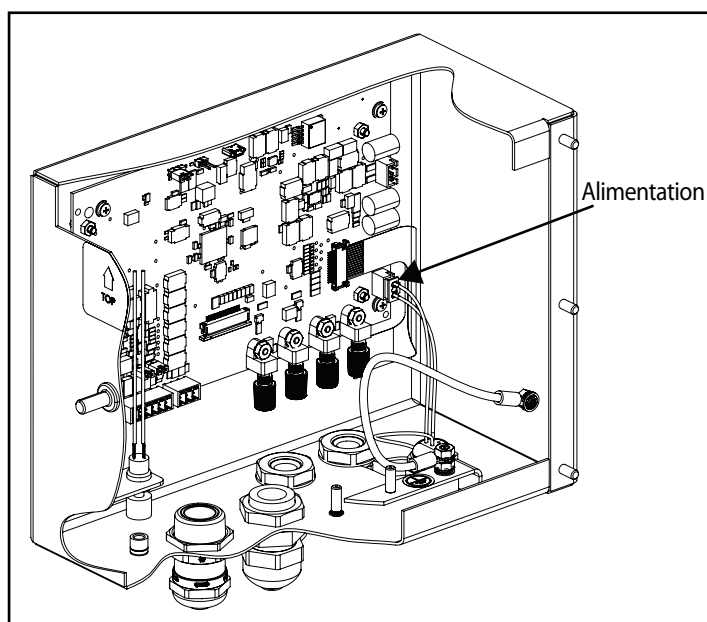

Figure 2-11. Câblage de raccordement de la prise électrique
REMARQUE : Le câble d'alimentation CC doit être fixé au connecteur J4 (Figure 2-11, page 26).
2. Brancher la fiche sur le connecteur J3 de la carte US (se reporter à la Figure 2-11).